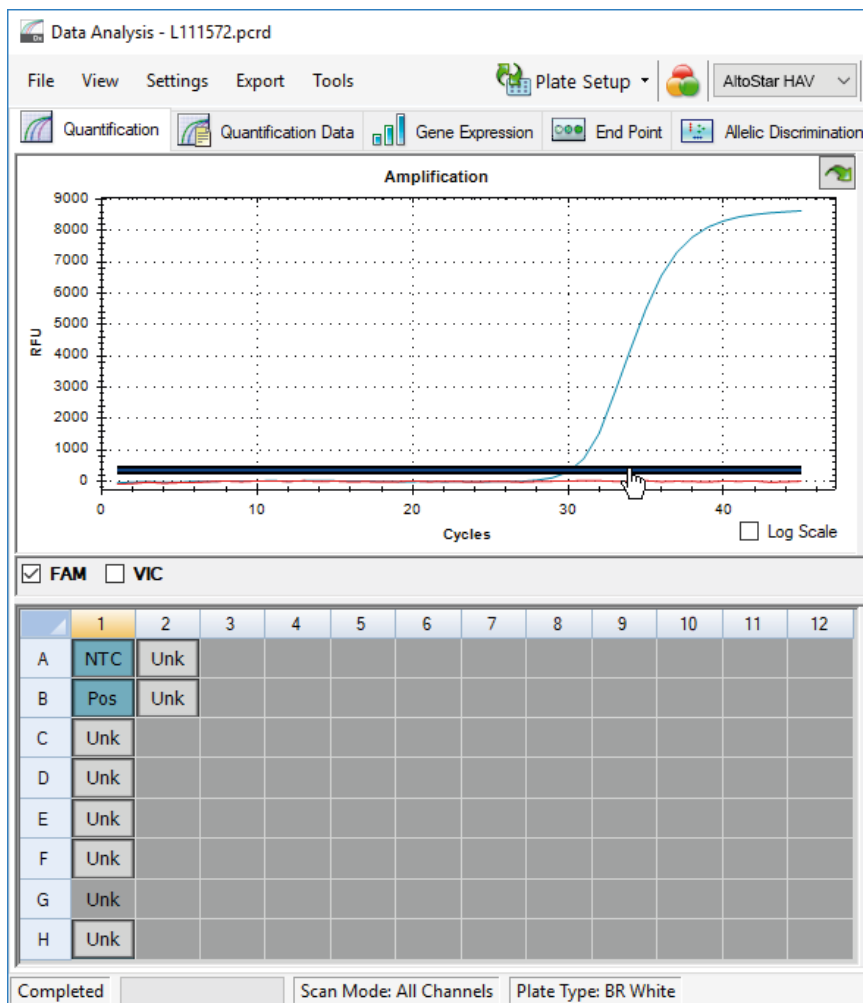

Figure 10: Fenêtre Data Analysis (Analyse des données) : définir le seuil FAM™
5. Sur la gauche de la fenêtre Data Analysis (Analyse des données), décochez la case **VIC** et cochez la case **FAM** pour le canal de détection ciblé du HAV (voir la figure 10).
- Sélectionnez uniquement les puits contenant le NTC et le PC sur la représentation visuelle de la plaque dans la fenêtre Data Analysis (Analyse des données) (voir la figure 10).
- Faites glisser le seuil situé bien au-dessus du signal du NTC dans la zone exponentielle du signal du PC (voir la figure 10).